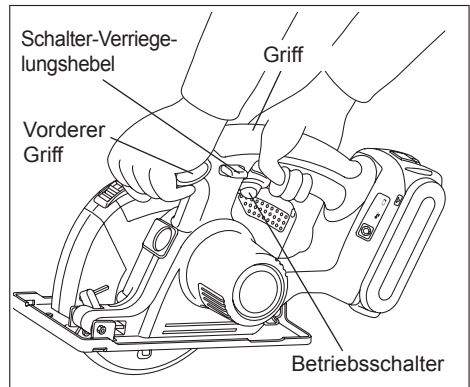

Abb. 8
Halten Sie die Maschine mit beiden Händen fest. (Siehe Abb. 8) Versuchen Sie nicht, abgeschnittenes Material bei rotierendem Sägeblatt zu entfernen.
- Die Säge stets am vorderen und hinteren Griff gleichzeitig fassen. (Siehe Abb. 8.) Halten Sie die Säge gut fest und drücken Sie den Schalter.